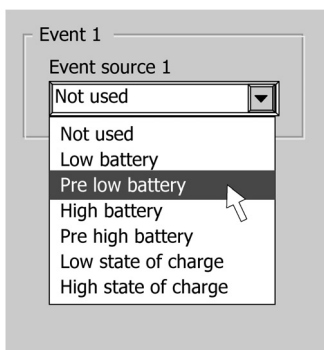

Figure 14
- Cliquer sur la boîte déroulante et sélectionner l'événement à la source de commande qui devrait déclencher une action (Exemple : *Pre low battery*) (Figure 14).